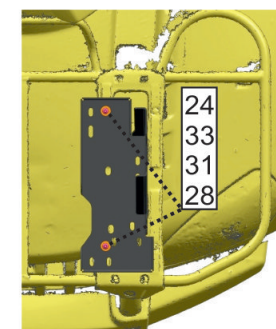

Рис.3
7. Кронштейны выноса радиатора крепить в штатные отверстия пластиковой накладки винтами М6х20 поз. 24 и гайками М6 нейл. поз.28 через шайбы 6 поз. 33 и поз.35(см. рис.3)